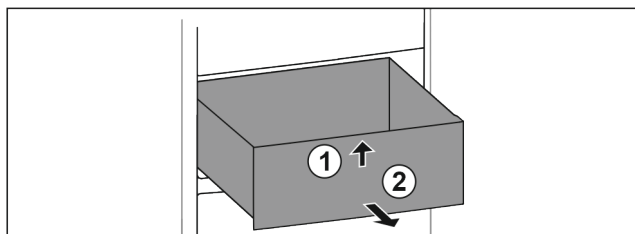

Fig. 137
- Predal spredaj dvignite. Fig. 137 (1)
- Predal vzemite ven v smeri naprej. Fig. 137 (2)